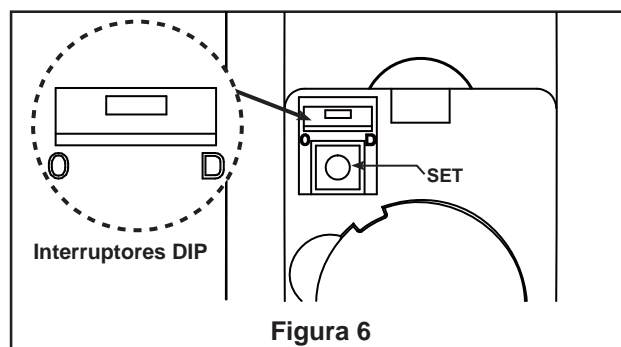

Figura 6
- 8. Posición de bloqueo:** El motor CC posee una función de seguridad integrada para evitar la obstrucción de las palas durante el funcionamiento del ventilador. Si algo obstruyera las palas del ventilador, el motor dejaría de funcionar tras 30 segundos de interrupción. Extraiga los obstáculos antes de restaurarlo. (Figura 6)